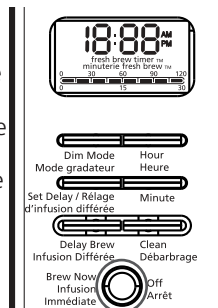

FIGURE 7
1. Après avoir agi tel qu'indiqué sous « Addition d'eau et de mouture de café » et la verseuse ainsi que le panier-filtre étant placés tel que préconisé, mettez la cafetière en marche en pressant la touche **BREW NOW** (infusion immédiate) une fois, figure 7. Le voyant lumineux **BREW NOW** s'allumera et émettra des impulsions, signe que la cafetière est en fonction et infuse le café.
La minuterie Fresh Brew^{MC} indique depuis combien de temps le café filtré attend. Cette fonction est automatiquement activée au début du cycle d'infusion. La minuterie est visible au bas de l'afficheur, sous l'horloge (figure 7) à chaque fois que vous préparez un pot de café. L'indicateur changera pour indiquer le temps écoulé depuis le début de l'infusion à intervalles de 15 minutes.